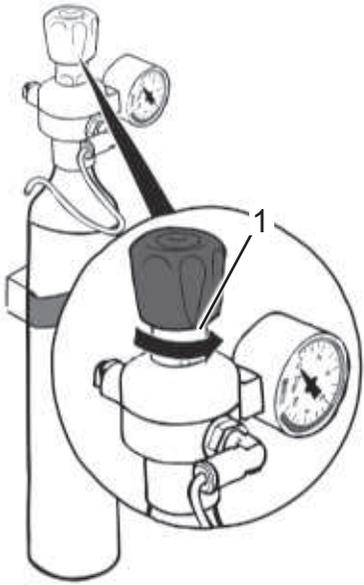

Abb. 14
1. Drehen Sie das Einstellrad (Abb. 14/1) am CO₂-Druckminderer bis zum Anschlag gegen den Uhrzeigersinn.